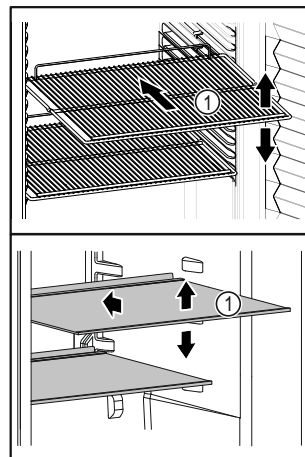

Fig. 61 Immagine a titolo di esempio
- ❑ Se i ripiani Fig. 61 (1) sono spostati, adattare i ripiani in base all'altezza.